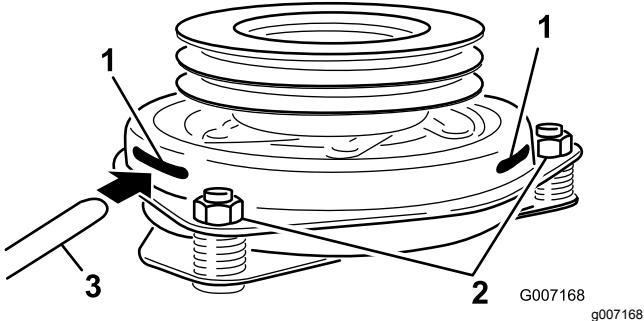

Bild 77
9. Stecken Sie eine Fühlerlehre 0.381 mm bis 0.533 mm durch einen Prüfschlitz in die Seite der Baugruppe (Bild 77).
10. Ziehen Sie die Sicherungsmuttern an, bis die Fühlerlehre etwas fest sitzt, jedoch leicht bewegt werden kann (Bild 77).